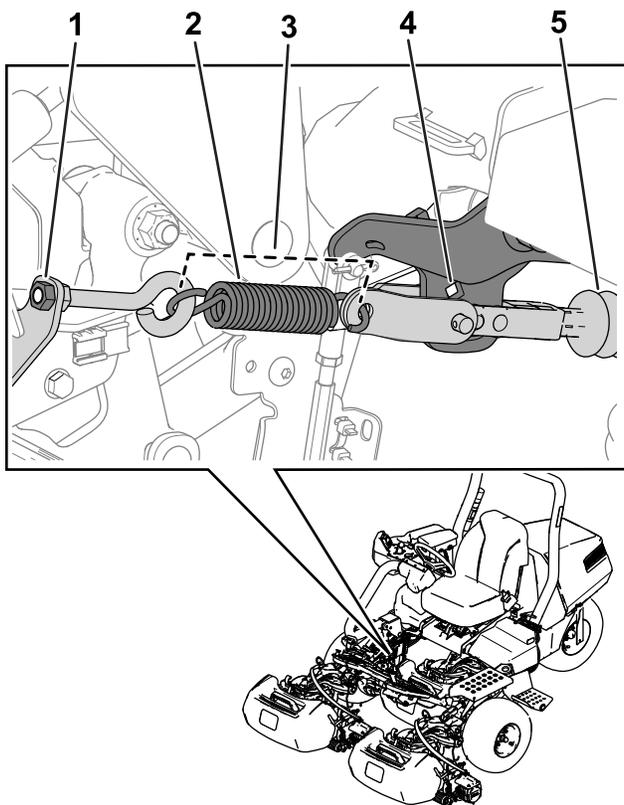

図 30
注 手順については 図 30 を参照。
5. アイボルトをスプリングブラケットに固定しているナットをゆるめてスプリングのテンションを解除する 図 30。
3. スプリングを 図 30 のように取り付ける。
4. アイボルトのナットを締め付けてスプリングの長さ取り付けた状態を 11.4 cm にする 図 30。